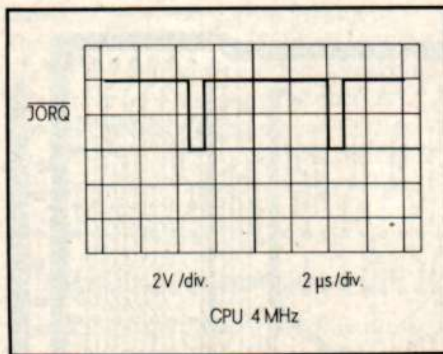

Bild 8. So sieht das Signal an IORQ aus
10. Die CPU-Karte kann aber auch ohne Peripherie getestet werden. Dazu wird mit dem Oszilloskop nach dem Einschalten an Pin 20 der CPU gemessen. Es ist dies der IORQ-Ausgang. An diesem Ausgang müssen bei ordnungsgemäßer Funktion Pulse erscheinen, die den überwiegenden Teil auf 1 liegen. Dann wird nämlich auf die SIO zugegriffen, auch wenn diese noch nicht angeschlossen ist. Fehlen die Pulse, so liegt ein Fehler auf der Platine vor. Siehe auch Pulsdiagramm Bild 8.